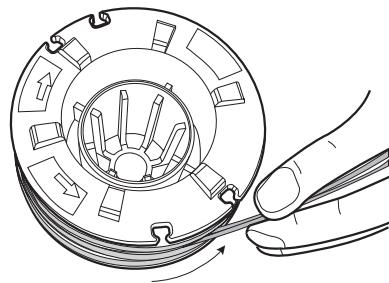

Fig. 16
5. Enrosque la cuerda con tensión firme y pareja alrededor de la bobina (Fig. 16).